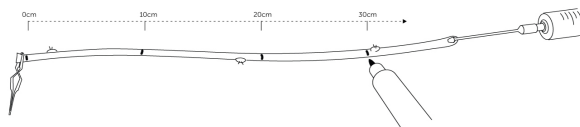

Figure 3; Рисунок 3
3.9 Рекомендуется маркировать вену с интервалом в 10 см с помощью хирургического маркера, чтобы (1) легко оценить длину; (2) зрительно удостовериться, что все метки выровнены и отсутствует скручивание трансплантата (Рисунок 3).